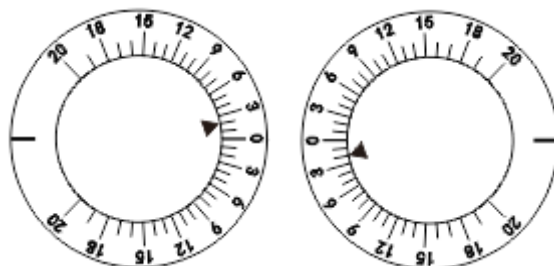

Fig.41
(1) Metoda cu prisme rotative
A. Testele se efectuează pentru ochiul stâng și drept, în mod independent, în care se va folosi prisma binoculară pentru ambii ochi. În general, aceste teste sunt denumite testul echilibrului binocular. Setează ambii ochi la O. Folosiți diagrama prezentată în Fig.34 și setați prismele ca 2ΔU (ochiul drept) și 2ΔD (ochiul stâng) (vezi Fig.41)